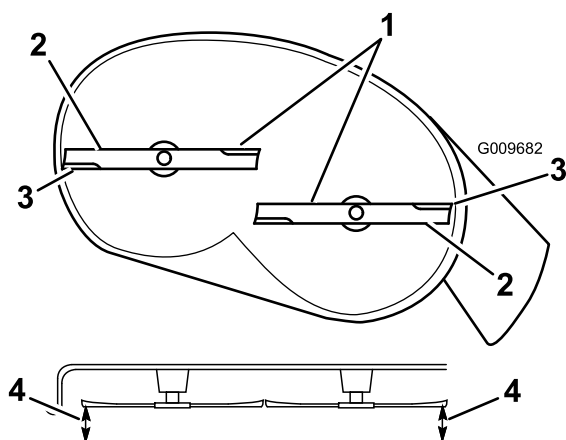
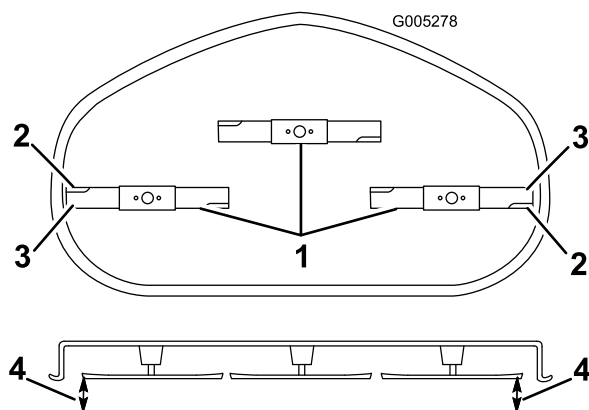

Figure 57
Figure 58
4. Faites pivoter les lames avec précaution pour qu'elles soient toutes parallèles (Figure 57 et Figure 58).
5. Mesurez la distance entre les tranchants extérieurs et la surface plane (Figure 57 et Figure 58). Si les deux mesures diffèrent de plus de 5 mm, un réglage s'impose. Poursuivez la procédure.